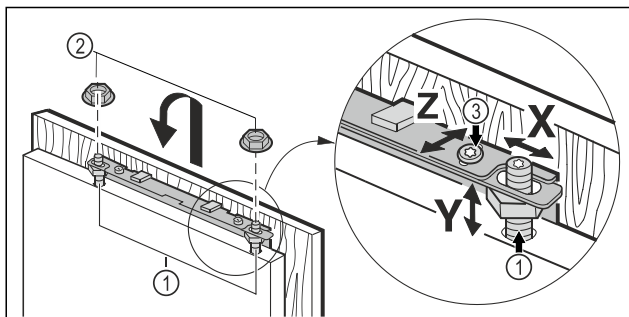

Fig. 63
- Agățați ușa mobilierului pe bolțurile de reglare Fig. 63 (1) și înșurubați contrapiulițele Fig. 63 (2) slab pe bolțurile de reglare.
- Aliniați ușa mobilierului pe înălțimea Y și înclinarea laterală: Reglați bolțurile de reglare Fig. 63 (1) cu ajutorul unei șurubelnițe.
- Strângeți contrapiulițele Fig. 63 (3).